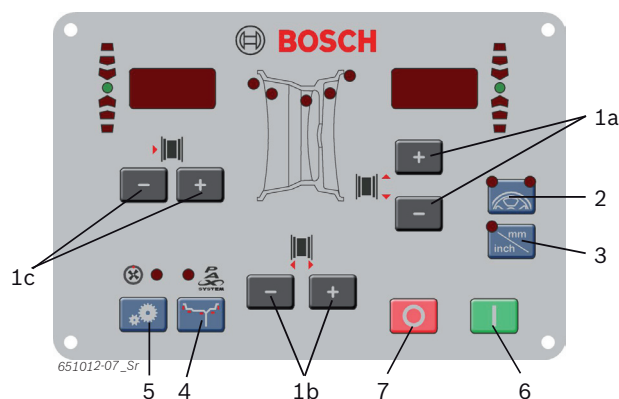

Fig. 6: Przyciski panelu obsługi/wskaźników
2. Wybrać wyznaczony dystans obręczy koła za pomocą przycisku <-> lub <+> (rys. 6, poz. 1).
4. Wybrać wyznaczoną szerokość obręczy za pomocą przycisku <-> lub <+> (rys. 6, poz. 1).
6. Wybrać wyznaczoną średnicę obręczy koła za pomocą przycisku <-> lub <+> (rys. 6, poz. 1).
2. Wprowadzić aktualną liczbę ramion koła za pomocą przycisk <-> lub <+> (rys. 6, poz. 1).